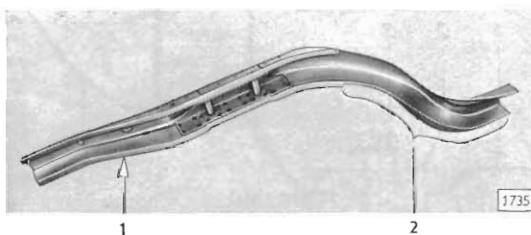
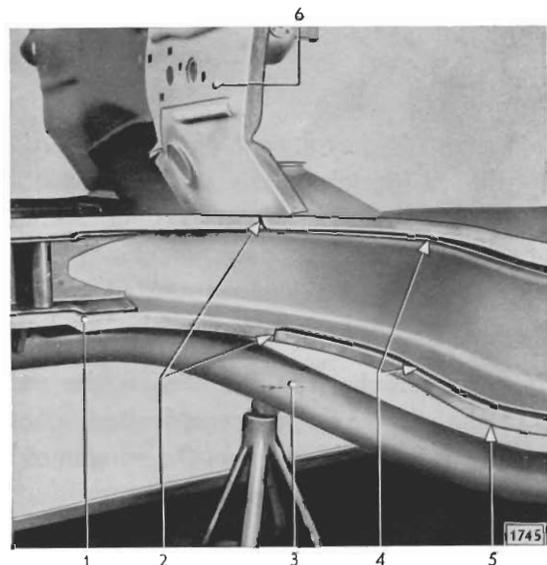

Bild 17 - Am hinteren Ende des linken Vorderrahmenlängsträgers Flansche abgeschnitten – am rechten Vorderrahmenlängsträger in gleicher Weise vorgehen
Bild 18 - Linken Vorderrahmenlängsträger eingepaßt – rechten Längsträger in gleicher Weise einpassen
Zu Bild 17 und Bild 18
- a) An die Stirnseiten der Längsträgerreste müssen die Flansche der neuen Längsträger stumpf anstoßen (Bild 18).